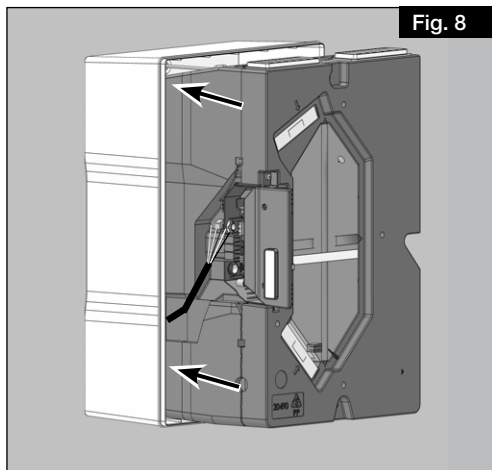

Fig. 8
3. Insérer l'appareil à moitié dans le boîtier apparent afin de pouvoir raccorder le câble d'alimentation (voir Fig. 8).